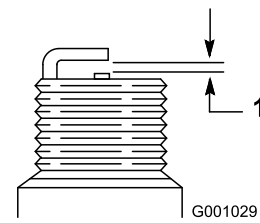

Bild 25
4. Stellen Sie den Abstand der Elektroden an der neuen Zündkerze auf 0,76 mm ein, wie in Bild 25 abgebildet.